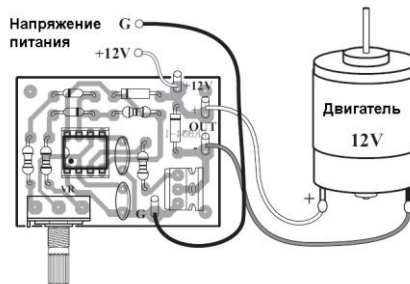

Рис.3. Схема подключений
Рабочее напряжение устройства должно соответствовать подключенной нагрузке (например, для работы **12-ти вольтового** двигателя рабочее напряжение должно быть **12В**) и подаваться на модуль в соответствии со схемой подключений на рис.3.
1. Подсоедините к устройству внешние элементы согласно **Рис.3** (в качестве нагрузки подключите, например, лампу накаливания 12В).